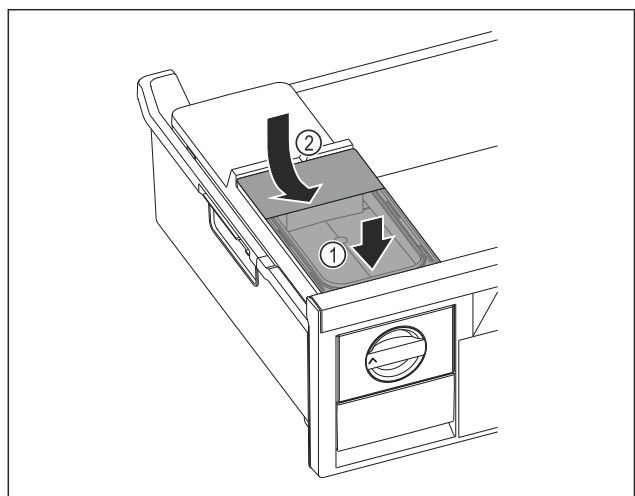

Fig. 97
- ▶ Watertank aan de voorkant plaatsen. Fig. 97 (1)
- ▶ Watertank aan de achterkant laten zakken. Fig. 97 (2)